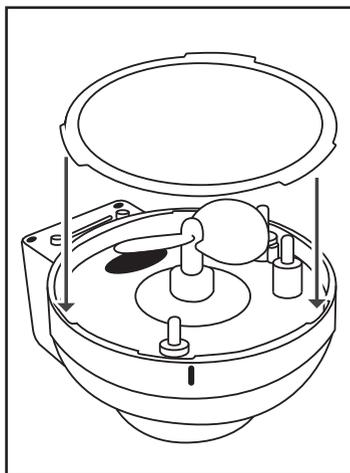

Fig. 6
- Limpe a parte de plástico da unidade do motor **A** com um pano húmido. Em caso de sujidade entranhada, aplique um detergente da loiça suave no pano. Nos cantos de acesso difícil, utilize o pincel de limpeza **15** fornecido. Remova todos os resíduos de detergente da loiça com um pano humedecido apenas com água. Certifique-se de que o anel de vedação volta a ficar corretamente assente na parte de plástico da unidade do motor **A** (ver fig. 6).